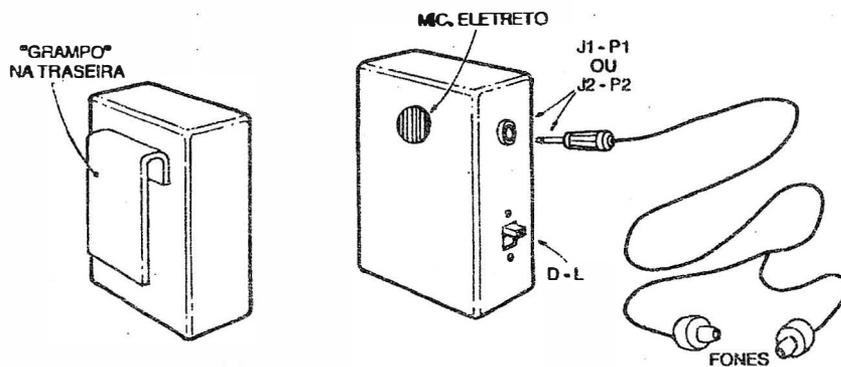

Fig.6
**- FIG. 6 - ACONDICIONANDO O CIRCUITO E USANDO O ASUR...** - Mesmo que outras soluções sejam possíveis, parece-nos que a sugestão da figura é a melhor, justamente pela simplicidade e praticidade (tanto na elaboração quanto no uso...). Um grampo fixado à traseira da caixinha promoverá o fácil porte do dispositivo *grudado* num bolso de camisa ou blusa, ou mesmo ainda na cintura da pes-